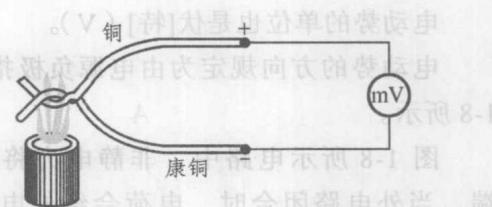

图 1-5 通过热来产生电压
(2) 图 1-5 所示是通过热来产生电压。先将一段铜丝和一段康铜丝绞合或焊接起来, 并将另外的导线端接在一个电压表上, 然后在两段导线的连接处加热, 这两段导线的另外两端间将会产生电压。